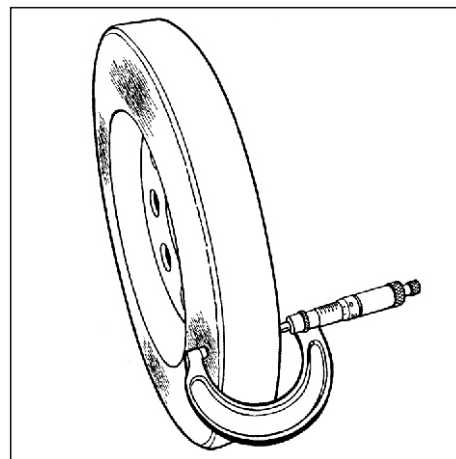

Рис. 54. Контроль толщины демпфера.
2. Смыть краску в 4 точках с обеих сторон на демпфере и измерить его толщину в этих точках (см. Рис. 54). Разность в результатах замера должна быть не более 0,25 мм.